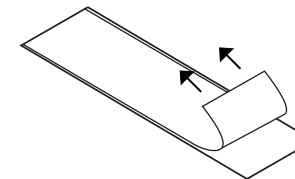

FIG 3.
3. Verwijder de beschermfolie van de plaklaag minimaal 7 mm naar achteren (zie fig 3).